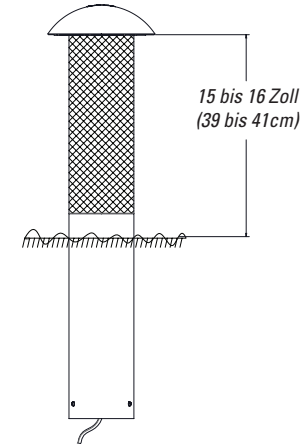

Abbildung 13
3. Den L42XC-Lautsprecher in das Loch einsetzen. Die Kieshöhe nach Bedarf anpassen, um die gewünschte Höhe des Lautsprechers über der Bodenebene zu erreichen. Der Boden der Lichthaube sollte etwa 39–42cm (15,5 – 16,5 Zoll) über der Bodenebene liegen, wie in Abbildung 13 dargestellt.